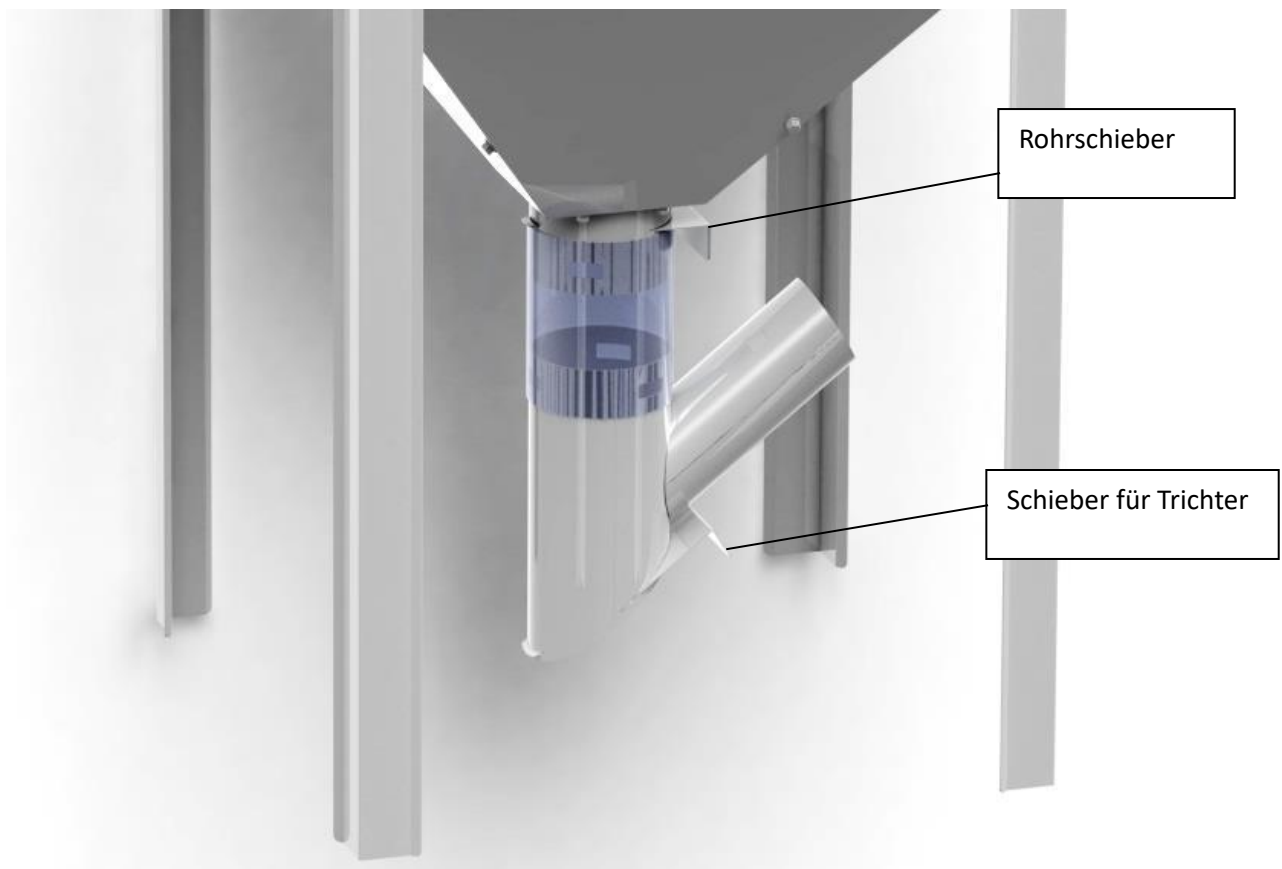

Abb. 6. Position der Schieber.
3. Montieren Sie den Schieber im Auslassrohr (Abb. 6).